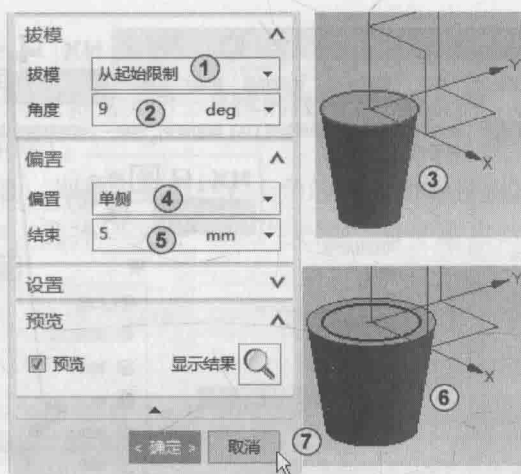

图 1-10 编辑拉伸 2
在“拔模”选项组中输入拔模方式和角度，如图 1-10 中①~③所示。如果拉伸体需要偏置，可在“偏置”栏的下拉列表中输入偏置方式和偏置距离，如图 1-10 中④~⑥所示。单击“取消”按钮，如图 1-10 中⑦所示。